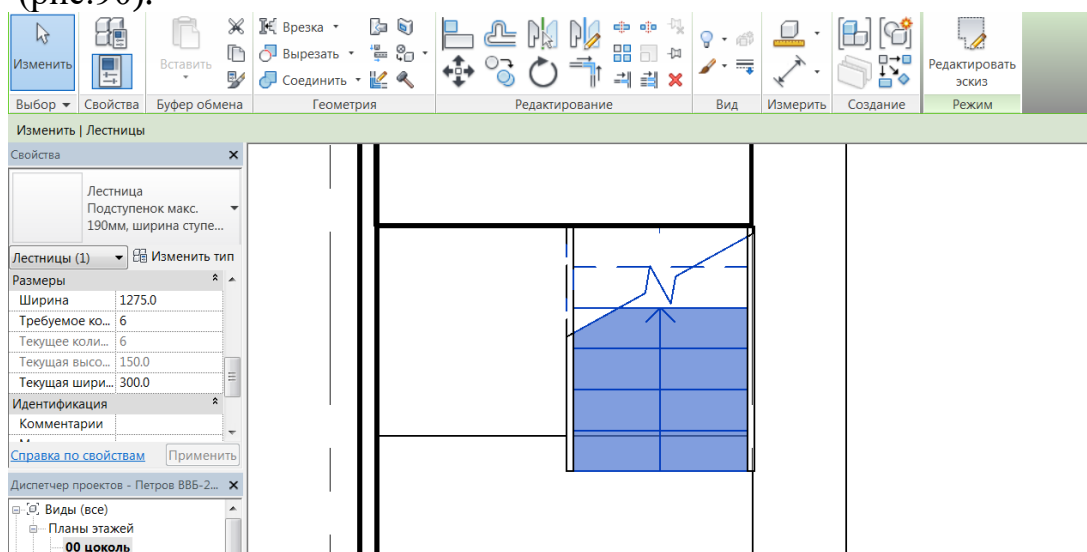

Рис. 90
5. В режиме редактирования в панели **Свойства** выбрать **Ширина- 1275мм, Требуемое количество подступенков - 6, Текущая ширина ступени - 300мм** и установить лестничный марш между площадками. Щелкнуть кнопку с галочкой **Завершить режим редактирования** на панели **Режим** (рис.90).